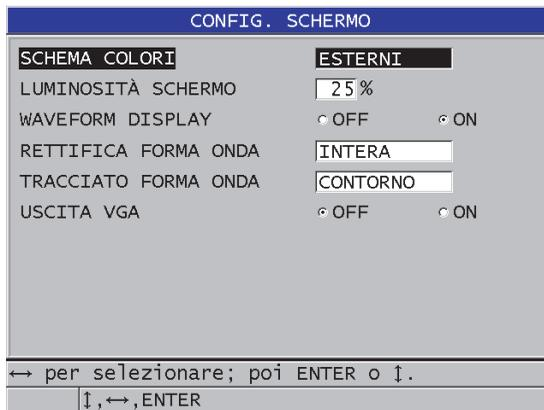

Figura 4-3 La schermata **CONFIG. SCHERMO**
2. Nella schermata **CONFIG. SCHERMO** (configura schermo) [vedere Figura 4-3 a pagina 64], selezionare il parametro ed il valore desiderati per i seguenti parametri: